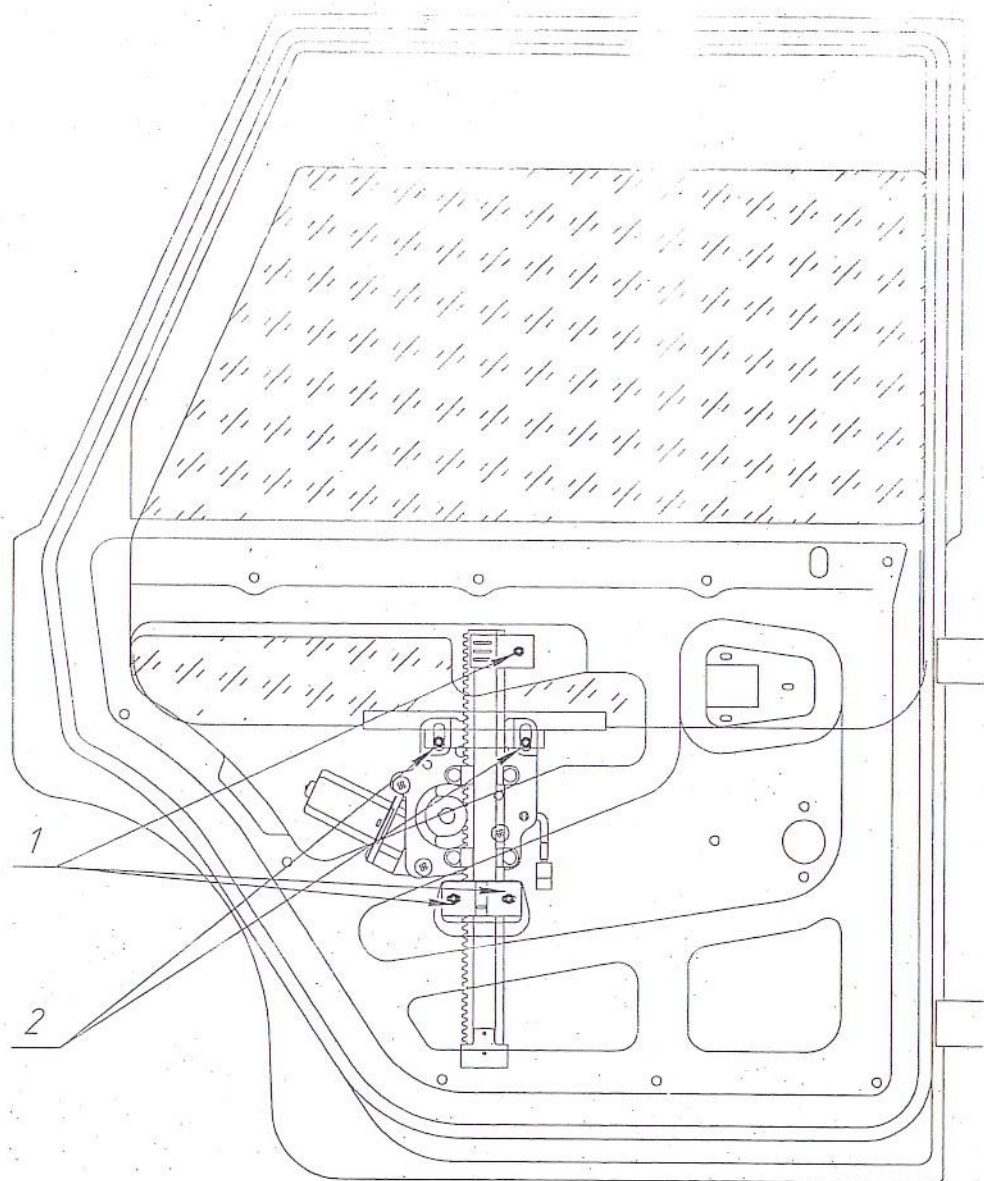

Рис. 3
- 6.9 Установить ЭСП в дверь согласно рис. 3, окончательно закрепив гайки крепления направляющей (поз. 1).